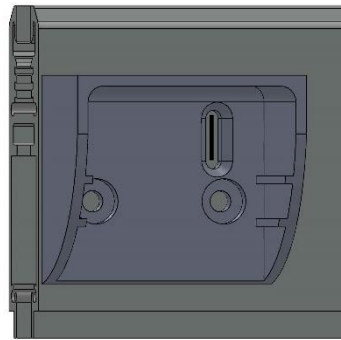

Figura 10
- Posicionar la pieza tal y como se muestra en la figura 10 y realizar una marca en la ranura existente en la misma.